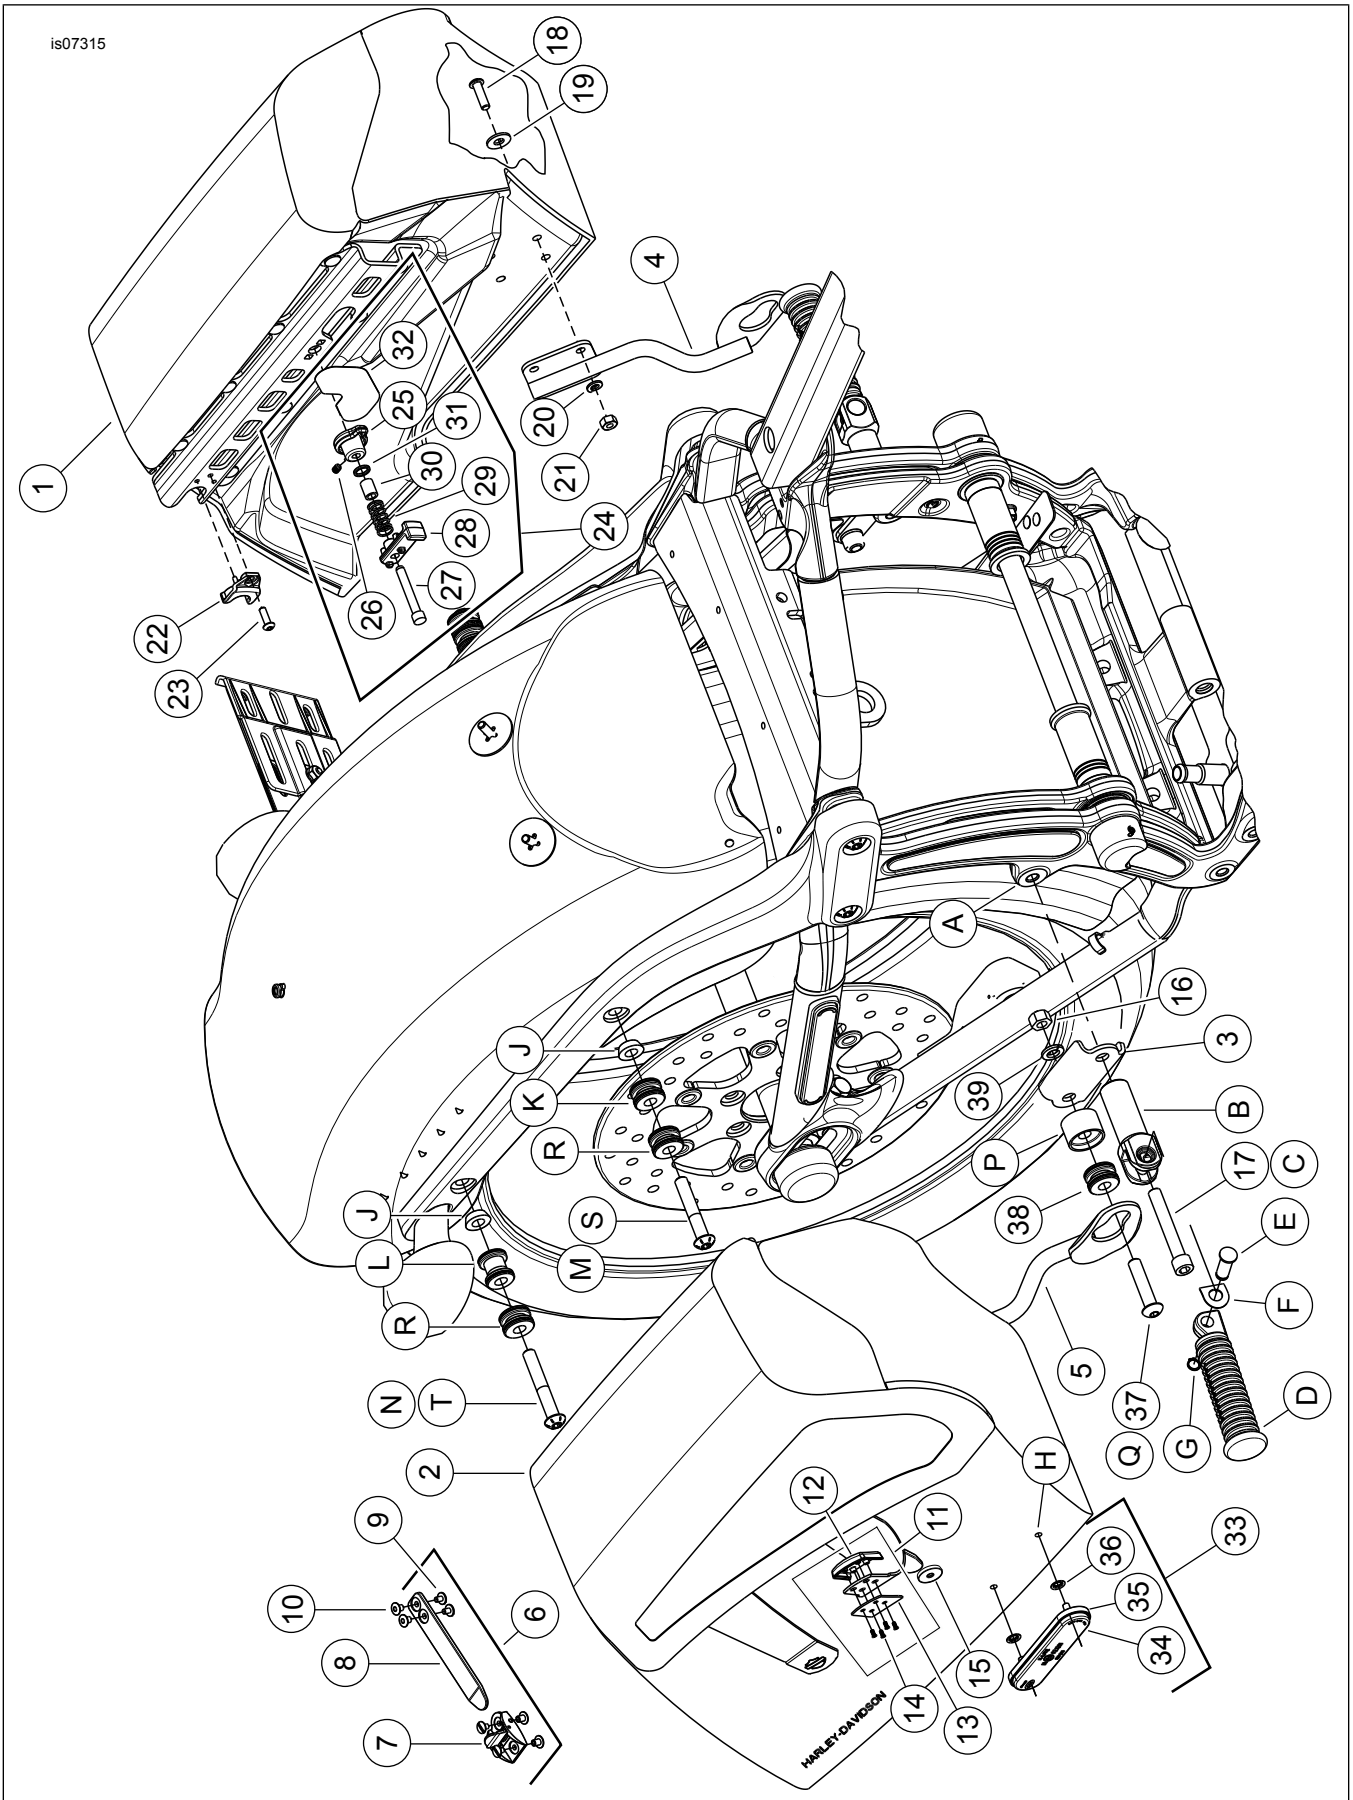

Figure 2. Pièces de rechange : Sacoches amovibles FXSB/SE
2. Voir Figure 2. Aligner le bras de support (4) avec les quatre trous de montage de la sacoche gauche (1).
3. Serrer le bras de support (4) à la sacoche (1).
- a. Insérer la vis (18) dans la rondelle (19) et le bras de support (4) depuis l'intérieur de la sacoche gauche (1).
- b. Serrer la vis avec la rondelle-frein (20) et l'écrou hexagonal (21). Serrer à la main. Ne pas serrer complètement pour l'instant.
4. Répéter la procédure pour la sacoche droite (2) et son bras de support (5).
1. Voir Figure 2. Placer le support de la monture (35) près de la partie avant inférieure de la sacoche, ou bien à l'arrière, juste au-dessus du logo Harley-Davidson®.
3. Nettoyer la surface de la monture du réflecteur (35) où le réflecteur sera installé avec de l'eau savonneuse ou un mélange de 50 à 70 % d'alcool isopropylique et de 30 à 50 % d'eau distillée. Laisser sécher complètement.
4. Retirer la doublure du support adhésif du réflecteur (34). Positionner avec soin le réflecteur sur la monture du réflecteur et appuyer fermement pour l'installer. Immobiliser le réflecteur en exerçant une pression constante pendant au moins une minute.
6. Installer la monture de réflecteur (35) sur la sacoche à l'aide de deux écrous à presser (36). Les écrous à presser sont installés à partir de l'intérieur de la sacoche.
1. Voir Figure 2. Introduire les montants de l'adaptateur d'ancrage arrière (22) dans les trous de l'arrière du support de sacoche.
2. Appliquer une faible quantité de Loctite 243 (bleu) sur les filets des vis (23) à environ 3–6 mm (1/8–1/4 in) de la tête de la vis.
2. Voir Figure 2. Tirer sur le bouton (25) (situé près du centre, à l'intérieur de la sacoche) et le tourner vers l'avant de la sacoche .
- Serrer la 3^e vis du galet (Figure 2, article 18) à un couple de 6,8–10,2 N·m (60–90 in-lbs).
- Serrer les vis de la monture d'appui-pied (Figure 2, article 17) à un couple de 33,9–40,7 N·m (25–30 ft-lbs).